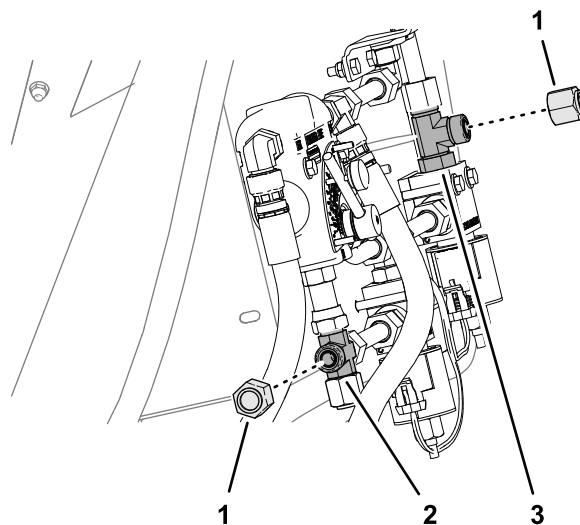

Figura 18
1. Na montagem da válvula, retire as tampas da união em T e união da travessa como se mostra na Figura 18.